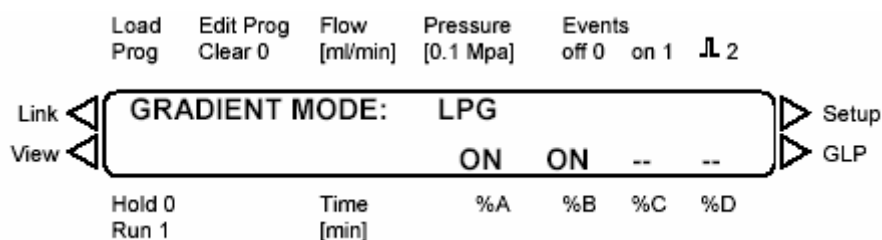

Рис. 14 Пример установки параметров градиента с растворителями А и В во всех программах
Если после выполнения всех вышеперечисленных действий за знаком ромба появится надпись **Conflict with existing programs**, это означает, что уже существует программа с другой конфигурацией клапанов или насосов. В этом случае либо удалите созданную программу посредством СОП 15 «Изменение или удаление программ», либо измените конфигурацию клапанов или насосов. На рис. 14 приведен подробный пример выбора типа градиента.
8. Вид дисплея должен соответствовать рис. 14.